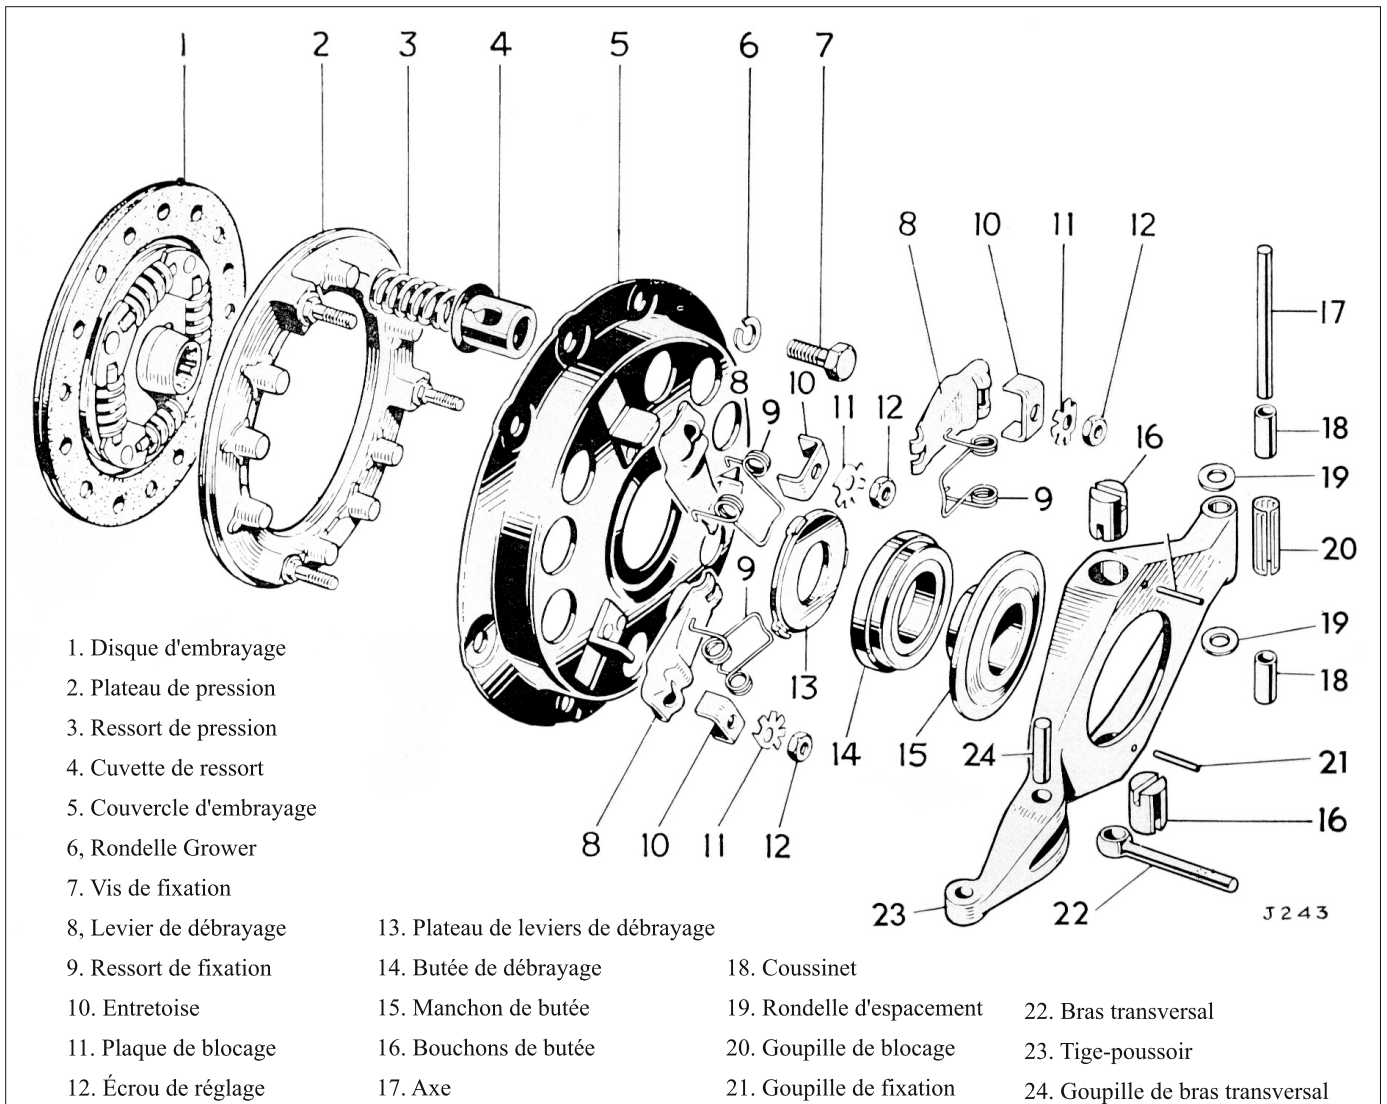

Fig. 13. Vue éclatée du mécanisme d'embrayage (Herald 1200, 12/50 et Spitfire, modèle sans diaphragme)
3. Se référer à la Fig. 13. Maintenir le plateau de leviers de débrayage (13) en bas et détacher les ressorts de fixation (9). Enlever le plateau de leviers de débrayage.
- (a) HERALD 1200 et SPITFIRE (Fig. 13)